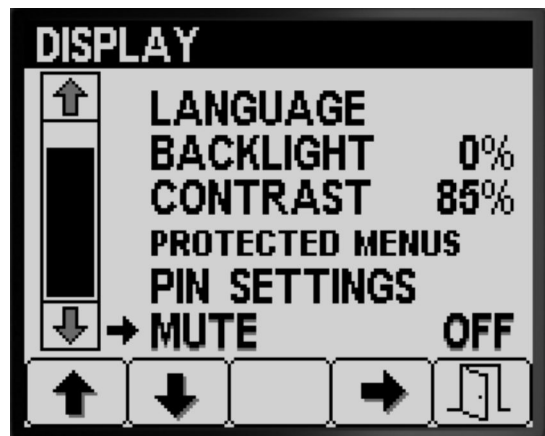

Figura 31
2. Premete il pulsante 4 per ATTIVARE o DISATTIVARE l'indicatore acustico (Figura 31).
3. Premete il pulsante 5 per salvare l'impostazione, uscire dalla schermata MUTE e tornare alla schermata IMPOSTAZIONI (Figura 31).